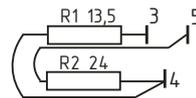

Рис. 4
- 7.11. По специальному заказу может быть поставлен смесительный узел для регулирования расхода теплоносителя через тепловентилятор (температуры воздуха на выходе из тепловентилятора). Схемы смесительного узла показаны на рис.4,5. Технические характеристики смесительных узлов приведены в Паспорте на смесительный узел. Выбор смесительного узла в зависимости от числа тепловентиляторов, температуры и разности давлений воды входит в компетенцию проектанта (см. п.7.4). Количество тепловентиляторов, подключаемых к одному смесительному узлу, приведено в таблице 2.